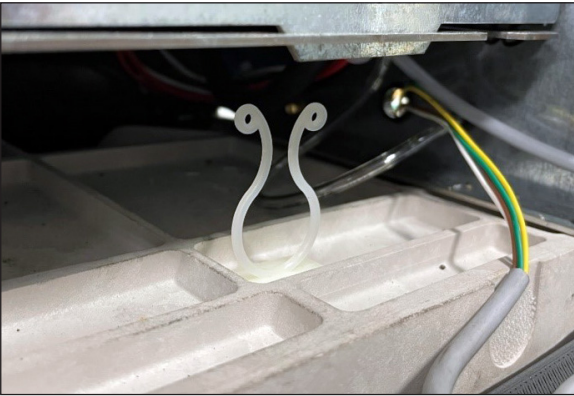

Abb. 1. Hellgrauer Modemkabelbaum.
1. Suchen Sie den hellgrauen Modemkabelbaum an der rechten Seite (22"-Maschine) oder an der linken Seite (30"-Maschine). Lösen Sie den Bindedraht und führen Sie die Steckverbinder durch die Durchführung in der Nähe der Rückseite. Siehe Abb. 1.